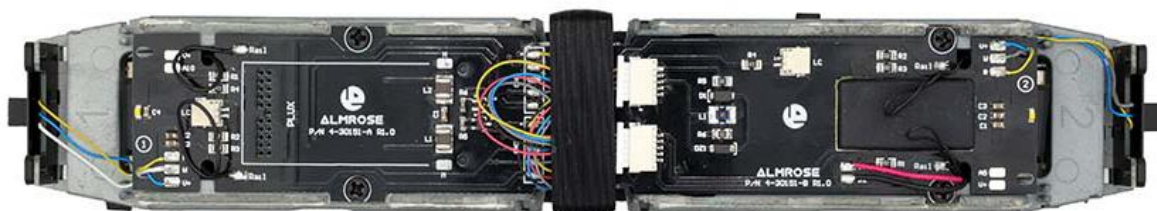

Fig. 3
8. Saldare i fili delle prese di corrente alle piazzole predisposte (Fig. 3).